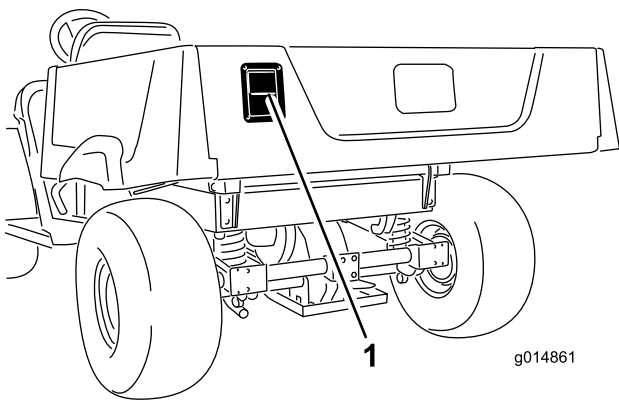

Figura 19
- Per aprire la sponda posteriore, tirate verso l'esterno e sollevate il dispositivo di chiusura, quindi abbassate delicatamente la sponda (Figura 19).